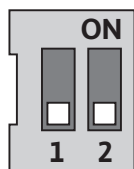

Fig. 28 : Interrupteur DIP
Les interrupteurs DIP (Fig. 9, pos. 6/ Fig. 28) se trouvent sous le capot du boîtier.